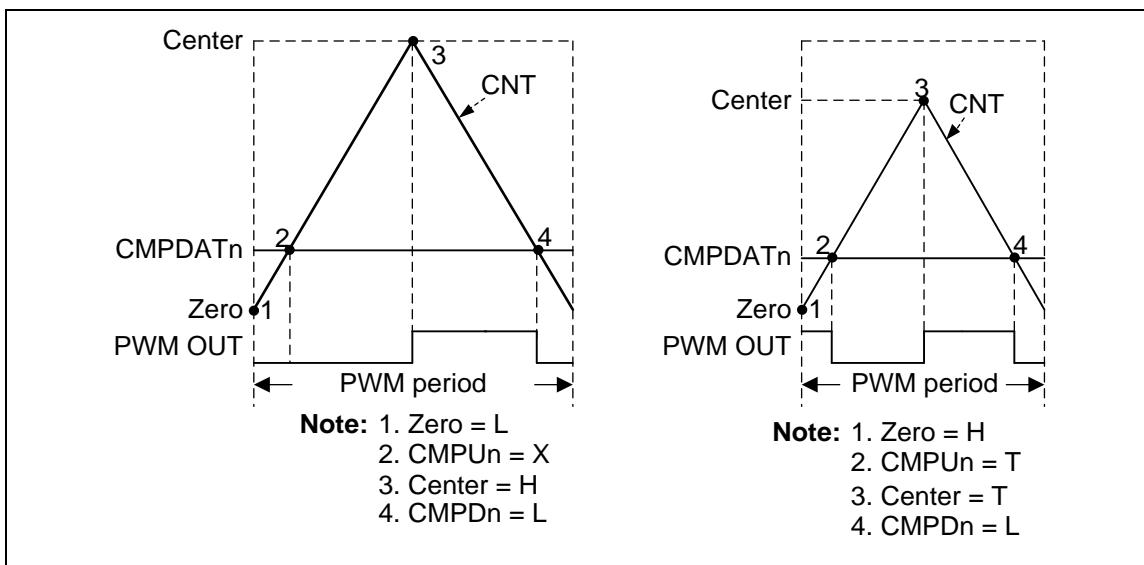

图 6-70 BPWM 脉冲产生
每个中断事件点都可以决定BPWM的波形，通过设定BPWM_WGCTL0 和 BPWM_WGCTL1寄存器，BPWM波形输出可以有以下选择：保持不变(X)，输出低(L)，输出高(H) 或者翻转输出(T)。使用这些点可以轻松的产生不对称的BPWM脉冲或如图 6-70所示的各种各样的波形图。如图，比较器n用于产生BPWM脉冲。n 表示通道数：0到5. CMPU 代表在递增的期间，CNT与CMPDAT相等。CMPD代表在递减的期间，CNT与CMPDAT相等。